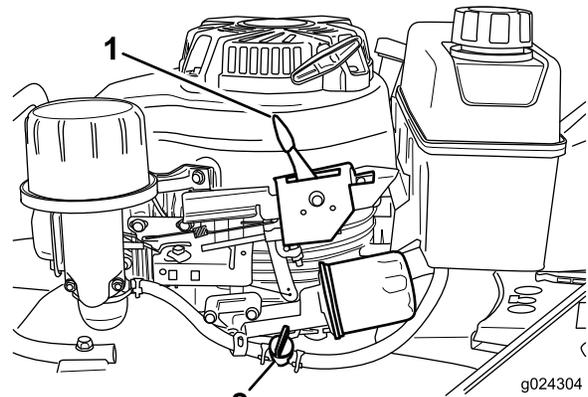

Bild 11
2. Öffnen Sie den Kraftstoffhahn (Bild 11).
3. Stellen Sie den Gasbedienungshebel (Bild 11) auf die Choke-Stellung.
Lassen Sie den Schaltbügel los und stellen Sie den Gasbedienungshebel (Bild 11) auf die Stopp-Stellung.
Hinweis: Schließen Sie den Kraftstoffhahn (Bild 11), wenn Sie den Motor nicht bald wieder anlassen.